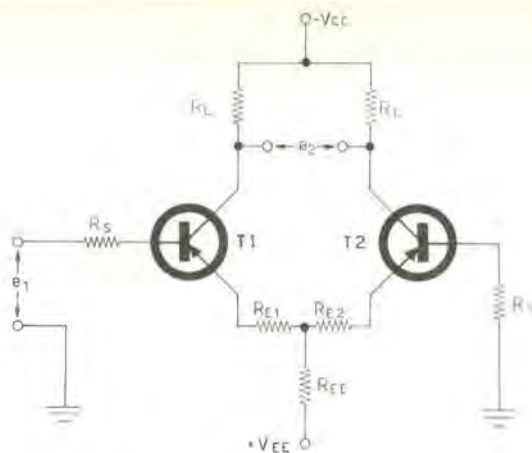

Fig. 4 - Stadio amplificatore differenziale fondamentale.
Consideriamo uno stadio amplificatore differenziale nella sua forma fondamentale data in fig. 4 (bibliografia 4). Siano  $e_1$  ed  $e_2$  le tensioni d'ingresso e d'uscita rispettivamente. Esisterà una relazione che lega queste due
Chiameremo la (3), dato il suo carattere, equazione di equilibrio del circuito di fig. 4. È necessario quindi che quest'equazione sia sempre verificata a ogni temperatura. Ora osservando il secondo membro della (3) si nota come appaia la differenza  $R_{E1} - R_{E2}$ , differenza che può essere variata variando le relative resistenze del circuito reale.
Per tutti questi circuiti (di cui il fondamentale è stato dato in fig. 4) il guadagno in tensione è il fattore  $K$  che compare nelle equazioni (1) e (2) e di cui si riporta per comodità l'espressione in funzione degli elementi del circuito:
$K$  è quindi il guadagno numerico in tensione dei circuiti di fig. 4, fig. 5 e fig. 6 e per passare al guadagno in tensione espresso in decibel si userà la ben nota relazione.